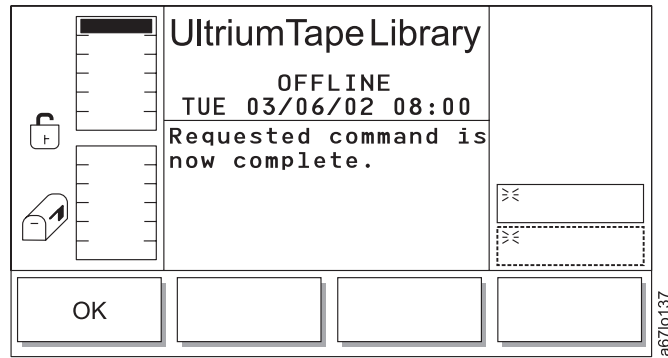

Abbildung 43. Anzeige für beendeten Befehl
- e. Wählen Sie **OK** aus. Der schnelle Lese-/Schreibtest beginnt. Auf der Bedienerkonsole erscheint erst Currently loading the cartridge..., dann Diagnostic now in progress... und dann Currently unloading the cartridge.... Ist der Test abgeschlossen, erscheint die Anzeige für beendeten Befehl (siehe Abb. 43 auf Seite 59).
Tabelle 11. Übersetzung von Abb. 43, Anzeige für beendeten Befehl